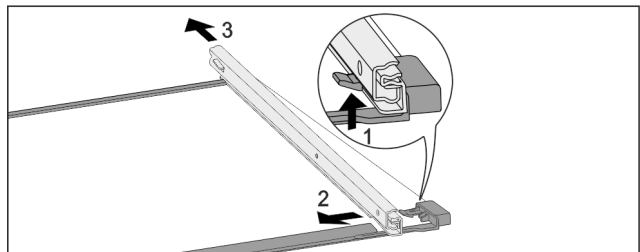

Fig. 174 Placa de sticlă cu șine
- ▶ Apăsați în sus cârligul de blocare frontal. Fig. 174 (1)
- ▶ Îndepărtați șinele de extragere prin împingere în lateral Fig. 174 (2) și spre spate Fig. 174 (3).